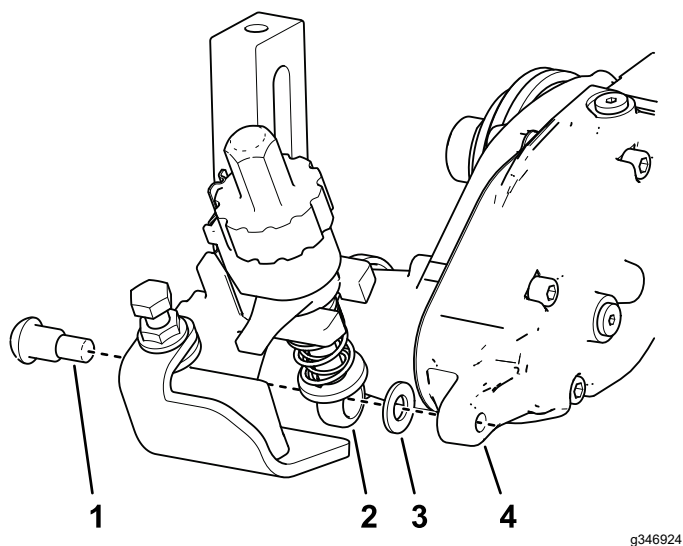

図 11
3. グルーマボックス側で、刈高ブラケットのアジャスタアームをグルーマ駆動ボックスの内側にセットし、ショルダボルトと硬化ワッシャを使って図 11 のように固定し、ショルダボルトを 16-22 Nm 1.7-2.2 kg/m = 12-16 ft-lb にトルク締めする。